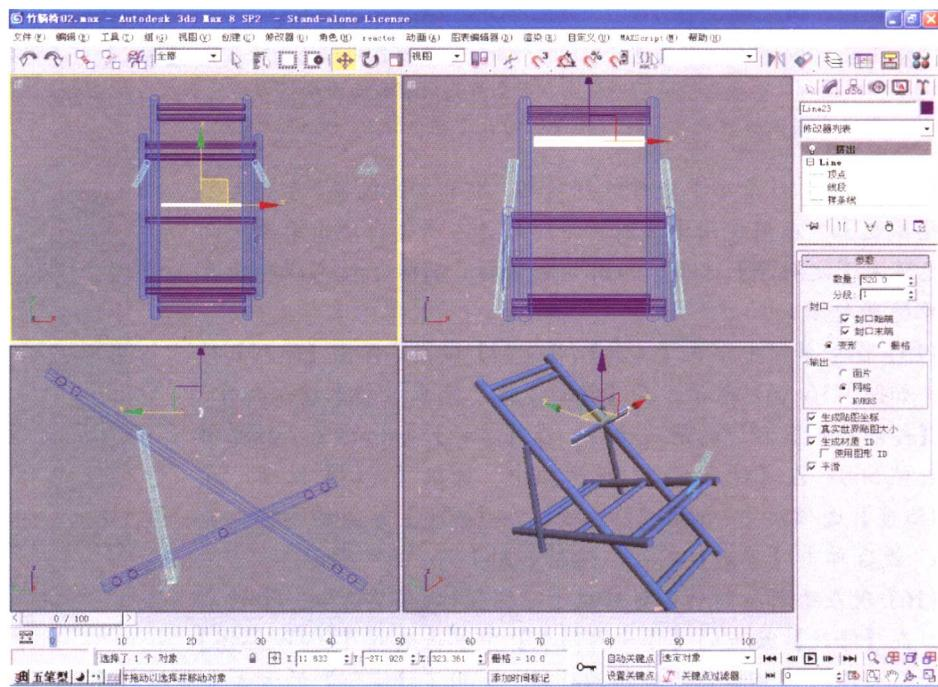

图 1-13 给曲线赋予【挤出】编辑修改器
(12) 保持对该曲线的选中状态，进入【修改】面板，在【修改器列表】中单击【挤出】选项，给该曲线赋予一个【挤出】编辑修改器。在【参数】卷展栏中，设置【数量】值为 520，结果如图 1-13 所示。
(13) 在很多情况下，还要对竹条横截面的曲线进行调整，以达到理想的形状和大小。即使是在给曲线赋予了【挤出】编辑修改器之后，仍可以随时对其进行编辑修改。